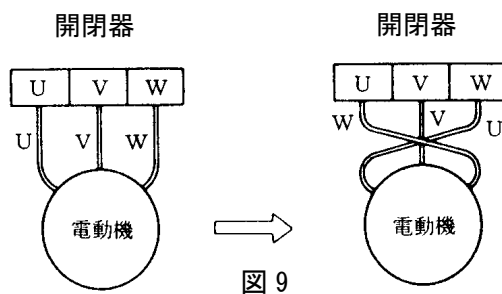

図 9
- (1) 吐出し側の仕切弁を全閉にし、スイッチを 1~2 回入れたり切ったりして始動に異常のないことをご確認ください。なお、この時 DWSA 型ポンプにおいては、上部フロートが上向になっていないと始動しませんのでご注意ください。
- (2) 次に回転方向を確認してください。ポンプを運転し、吐出し量が少なく異常音を発する場合は逆回転ですから、三相のうち二相を入れ替えてください。(図 9 参照)